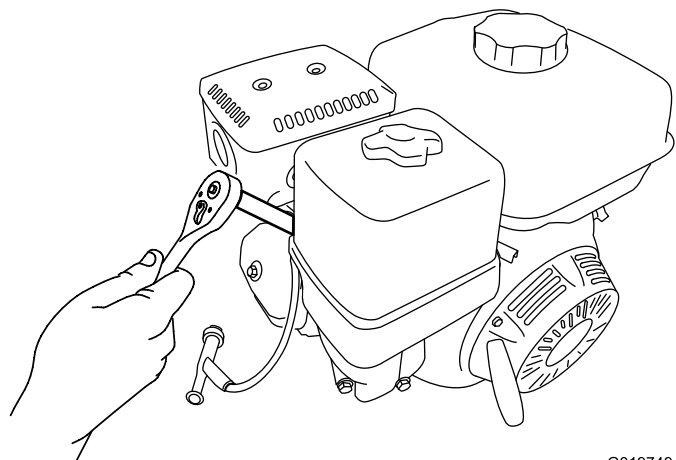

Figure 38
4. Avec une clé de 21 mm, tournez la bougie dans le sens antihoraire pour la déposer ainsi que la rondelle d'étanchéité (Figure 38).
2. Avec une clé de 21 mm, tournez la bougie dans le sens horaire jusqu'à ce qu'elle soit bien en place ainsi que sa rondelle d'étanchéité (Figure 38).